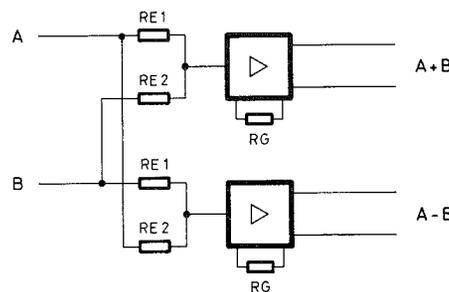

Abb. 14
b. Summen- und Differenzbildung am Eingang (Abb. 14)
Bei der Summen- und Differenzbildung am Eingang gemäß Abb. 14 stehen an den Verstärkerausgängen nur das Summen- bzw. das Differenzsignal zur Verfügung. Die Übersprechdämpfung zwischen den Ausgangssignalen ist ≥ 76 dB, wenn Widerstände mit einer Gleichheit von 0,2 % verwendet werden.